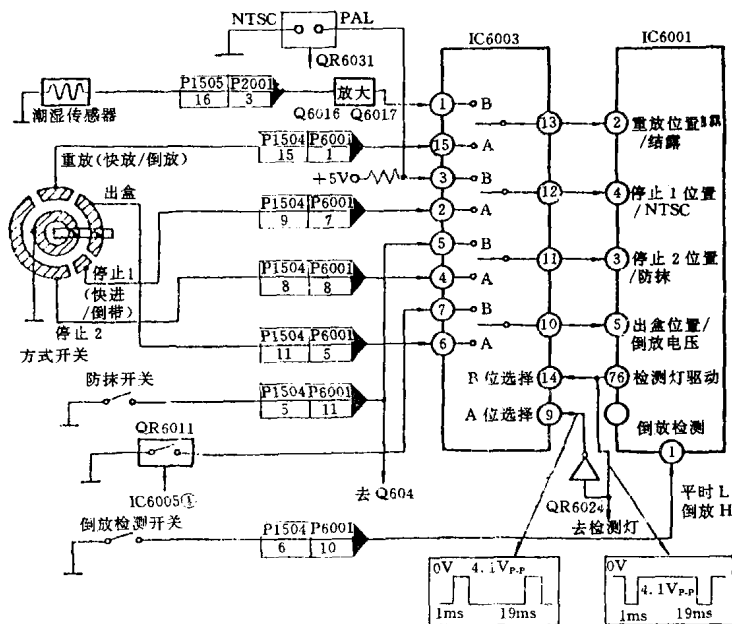

图 3
4. J27 (J25) 录象机与松下其它机芯的重要区别之一就是有关“状态”信息不是直接输送到 CPU 的有关脚上,而是通过一个转换开关送到 CPU 的,其原理框图如图 3。